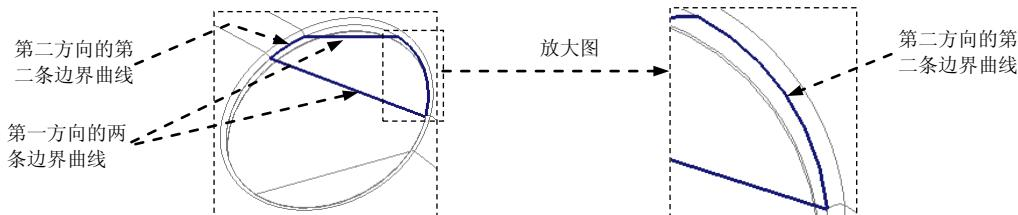

图 21.22 操作步骤
(2) 定义边界曲线。
① 选择第一方向曲线。按住 Ctrl 键，依次选取图 21.22 所示的第一方向的两条边界曲线。
② 选择第二方向曲线。在操控板中单击第二方向曲线操作栏，按住 Ctrl 键，依次选取图 21.22 所示的第二方向的两条边界曲线。
(3) 在操控板中单击 按钮，完成边界曲面 3 的创建。